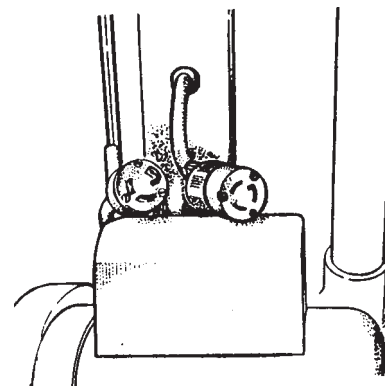

Figura 7
5. Conecte el cable flexible de la manija al cable del motor. Alinee la clavija de tierra, insértela y tuerzáala. Consulte la figura 7.